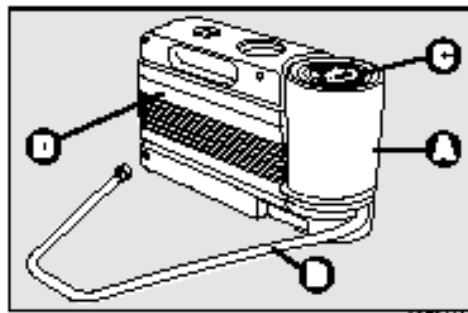

рис. 14
Комплект рис.14 расположен в багажнике, в него входит отвертка и цепное устройство для буксировки.
- баллончик **A** – **рис. 14** с герметизирующей жидкостью, он оснащен: